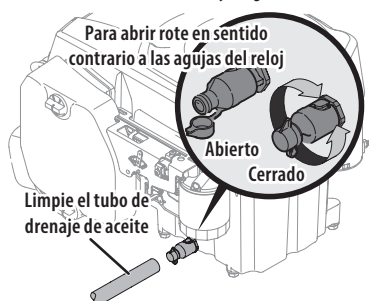

Figura 29
4. Abra la tapita protectora del extremo de la válvula de drenaje para visualizar el orificio de drenaje (Figura 29).